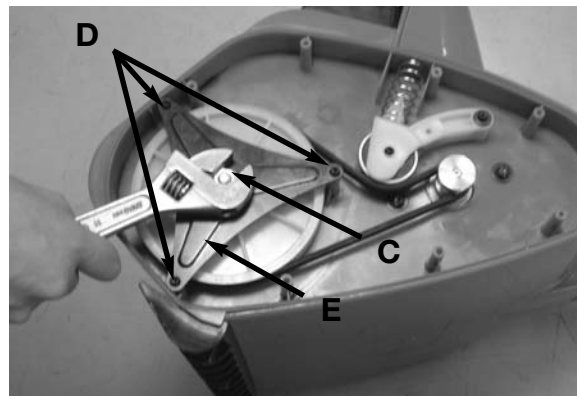

Fig. 8
2. Enlevez l'écrou de verrouillage du panneau (C) et enlevez les 3 vis (D) du capot de la courroie (E) à l'aide d'un tournevis à bout en étoile #T20 ou à bout plat. (Fig. 8)
4. Enroulez la nouvelle courroie autour de la poulie entraînée et de la poulie d'entraînement (Fig. 8). Tirez sur le tensionneur de courroie (bras inerte) pour l'éloigner de la poulie d'entraînement et installer la courroie autour de la poulie d'entraînement. lez la nouvelle courroie autour de la poulie entraînée et de la poulie d'entraînement (Fig. 8). Tirez sur le tensionneur de courroie (bras inerte) pour l'éloigner de la poulie d'entraînement et installer la courroie autour de la poulie d'entraînement.